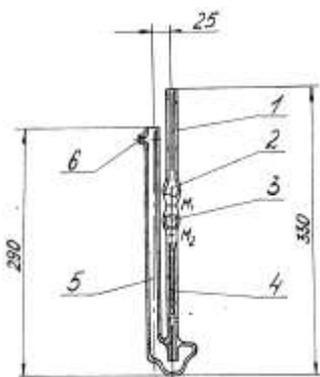

Рисунок 3 – Вискозиметр стеклянный капиллярный типа ВПЖ-2
Вискозиметр стеклянный капиллярный типа ВПЖ-2 (Рис. 3)
Вискозиметр стеклянный капиллярный типа ВПЖ-2 (см. рисунок 3) представляет собой U-образную трубку, в колено (1) которой впаян капилляр (4).